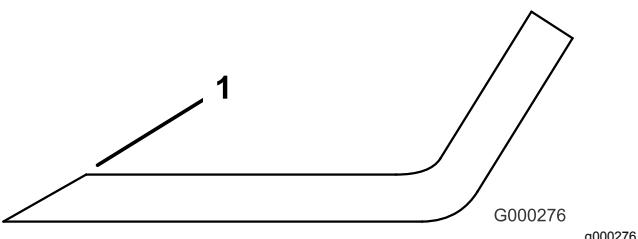

Bild 93
1. Schärfen Sie die Schnittkante an beiden Enden des Schnittmessers mit einer Feile (Bild 93).